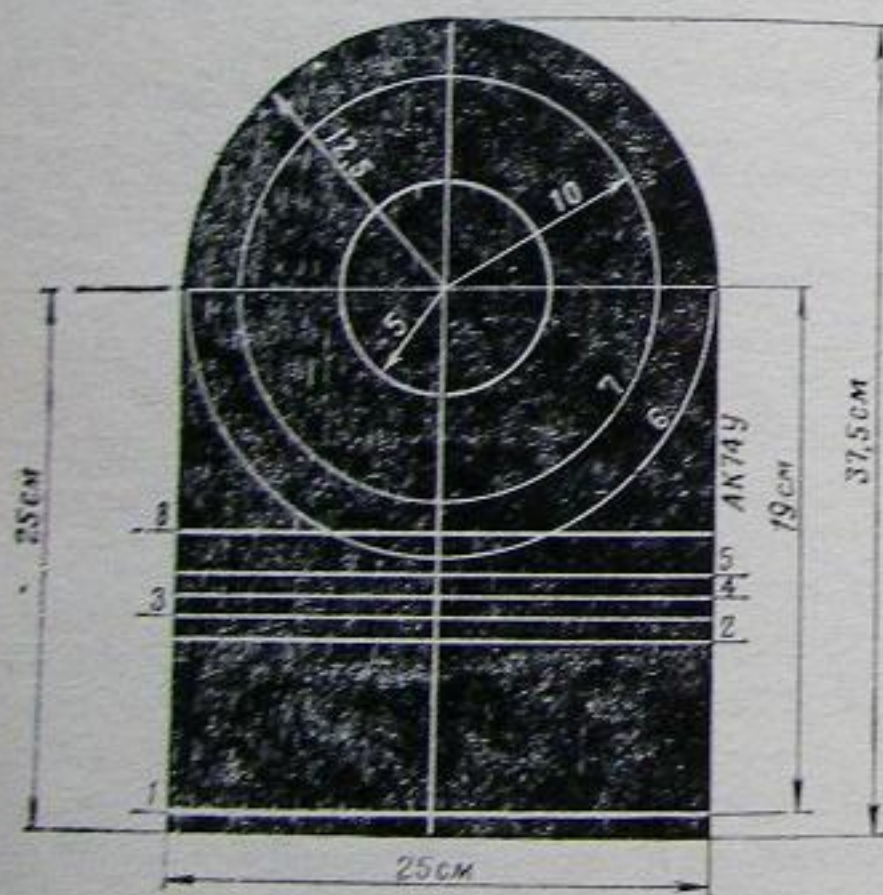

Рис. 44. Проверочная мишень
75. Стрельба ведется по проверочной мишени (или по черному прямоугольнику размером 35 см по высоте и 30 см по ширине), укрепленной на белом щите высотой 1 м и шириной 0,5 м. При стрельбе по проверочной мишени (рис. 44) точкой прицеливания служит середина нижнего края мишени, за контрольную точку (нормальное положение средней точки попадания) принимается центр кругов. При стрельбе по черному прямоугольнику точкой прицеливания служит середина нижнего края прямоугольника; положение контрольной точки отмечается по отвесной линии выше точки прицеливания на расстоянии 19 см. Точка прицеливания должна находиться приблизительно на уровне глаз стреляющего.